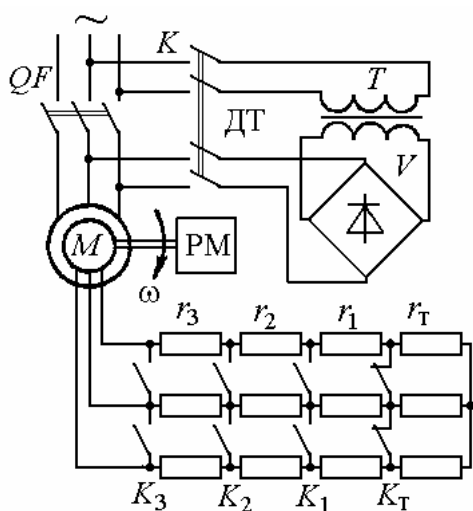
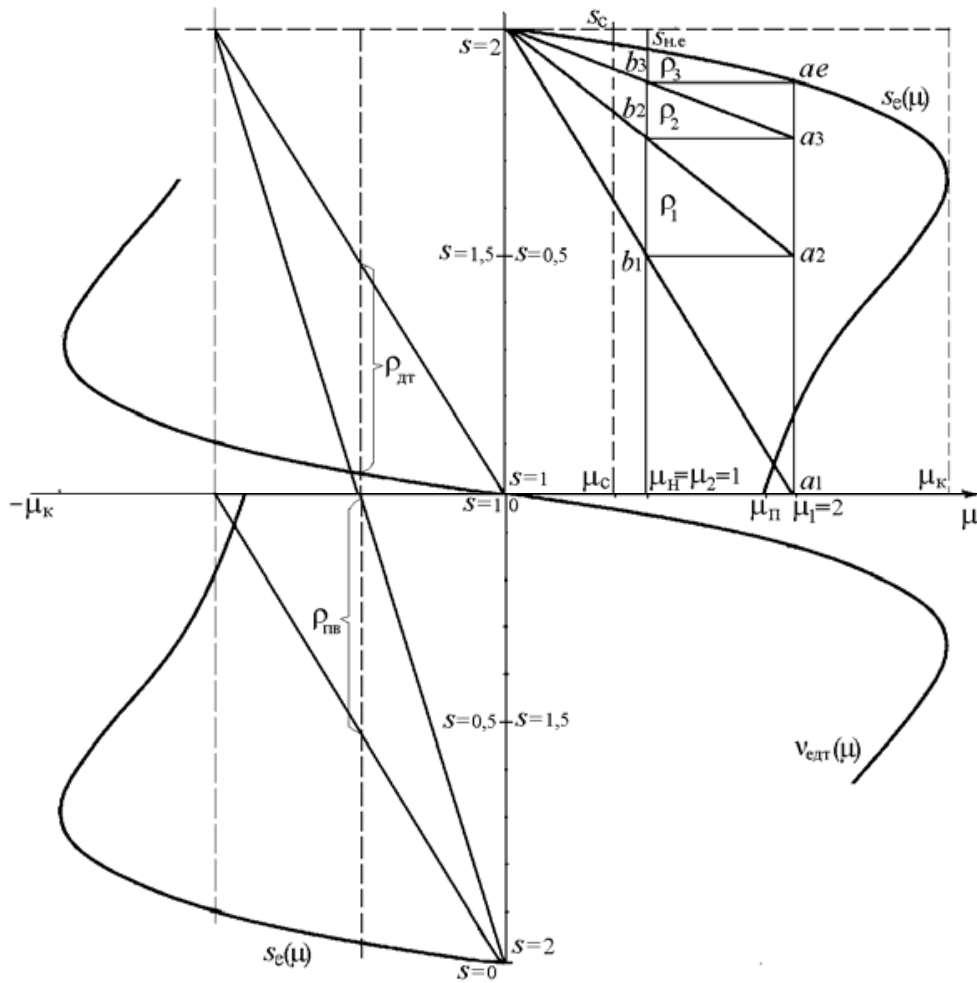

Рис.13. Схема реостатно-релейного пуска и торможения АДФР
Рис.14. Механические пусковые и тормозные характеристики АДФР
Задача 22. Для привода с асинхронным двигателем с фазным ротором и реостатно-релейным управлением (рис.13) построить статические характеристики реостатного пуска и рассчитать ступени пускового реостата (рис.14). Номинальные данные асинхронного двигателя привода: $P_n = 22$ кВт; $U_{1н} = 380$ В; $I_{1н} = 50$ А; $s_n = 0,06251$;
Задача 23. Определить вид переходных процессов и построить характеристики изменения момента и скорости двигателя при реостатно-релейном пуске привода с асинхронным двигателем при постоянном моменте нагрузки ($\mu_1 = \text{const}$). Двигатель имеет данные $P_n = 22$ кВт; $\omega_0 = 104,5$ рад/с; $s_n = 0,0625$; $J_{д\delta} = 0,5$ кгм². Приведенные параметры механизма: $M_c = 0,5M_n$, $J_{пр} = 0,5$ кгм². Привод пускается в три ступени при $\mu_1 = 2$ и $\mu_2 = 1$ (см. задачу 22). Механические характеристики и характеристики пуска приведены на рис.14, 15.
Задача 24. Для схемы асинхронного привода с реостатным управлением по рис.13 определить величину сопротивления ступени тормозного противовключения $r_T = r_{пв}$ при максимальном значении тормозного момента $\mu_{T1} = 2$ и $s_{T1} \approx 2$. Номинальные данные двигателя привода приведены в задаче 22.
2. По графику пусковых характеристик $m = 3$, $\mu_1 = 2$, $\mu_2 = 1$ и сопротивление противовключения $r_T = r_{пв}$ (см. рис.14).
Задача 25. Для схемы асинхронного привода с реостатным управлением (см. рис.13) определить величину напряжения постоянного тока, подаваемого взамен переменного в статор двигателя, и величину сопротивления динамического торможения $r_{дт1}$ для $\mu_{дт1} = 1$ при $v_{дт1} = 0,9375$. Соединение обмоток статора - звезда. Номинальные данные двигателя привода приведены в задаче 22. Для расчета напряжения питания двигателя постоянным током принять омическое сопротивление фазы статора двигателя $r_{1ф} = 0,24$ Ом.